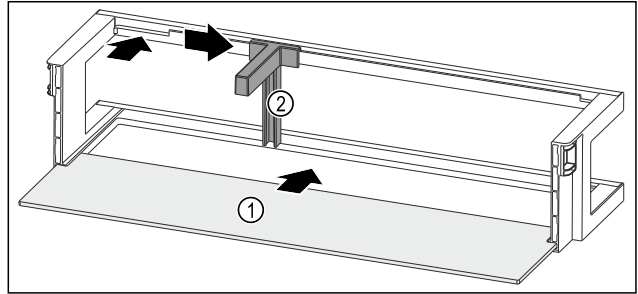

Fig. 89 Balconnet de contre-porte avec tablette de rangement
- Insérer la tablette de rangement Fig. 89 (1) dans les évidements latéraux.
- Insérer le porte-bouteilles Fig. 89 (2) dans l'évidement.
- Pousser le porte-bouteilles Fig. 89 (2) sur le côté en position souhaitée.